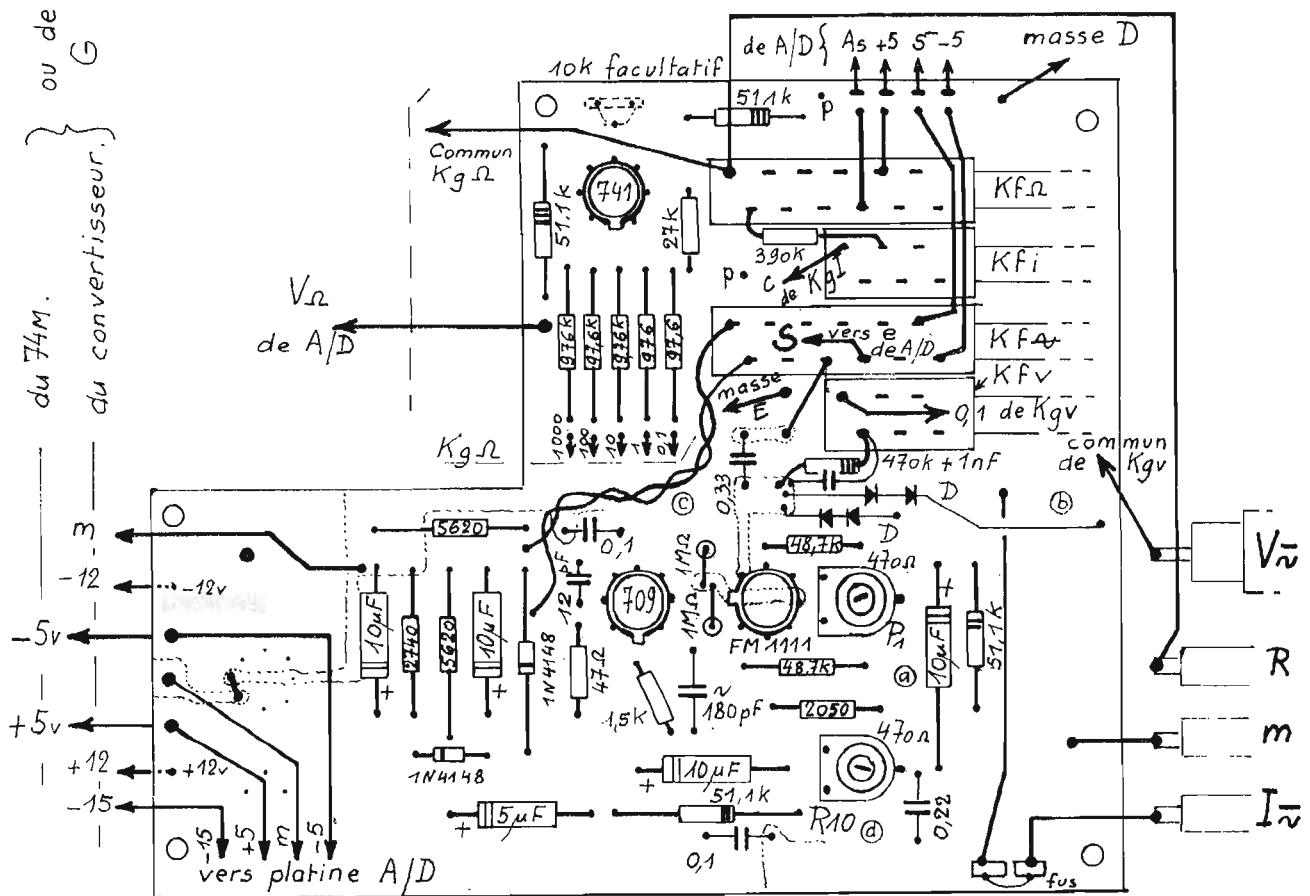
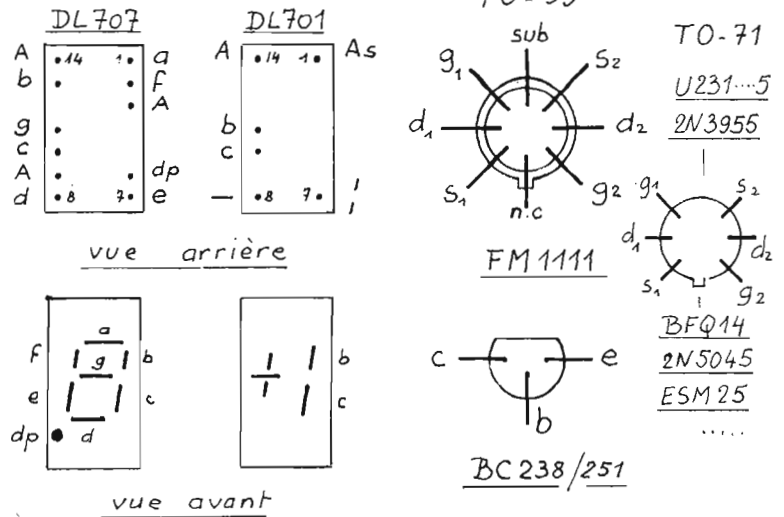

Fig. 34. - Composants platine de fonctions. Version convertisseur ou secteur.
Fig. 36. - Brochages.
c) **Platine de fonctions** (voir la fig. 34 et la photo 9).
Les résistances 1 % sont à traiter avec ménagement, surtout les R_g et les quatre 51,1 k appariées. Le double FET sera soudé en débranchant le fer du secteur. Si c'est un FM1111, deux résistances de 1 M Ω sont placées entre sources et substrat le fil de ce dernier étant soudé au recto, ainsi que le gate 2. Le fil marqué n.c (fig. 36) est à couper. En cas d'utilisation d'un autre double FET, on prendra la précaution d'en vérifier au préalable le brochage. Etablir au recto les liaisons indiquées sur la figure 34 et au verso, relier les deux plots S= et les deux plots S. Prévoir un fil de masse pour le circuit E des shunts et un autre pour D de l'atténuateur. Souder les 5 fils reliant les R_g au commuta-